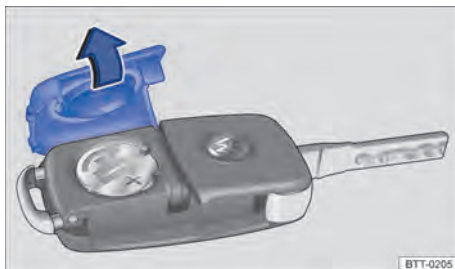

Fig. 23 Chave do veículo com comando remoto: abrir a tampa do alojamento da bateria.
A bateria encontra-se no lado posterior da chave do veículo com comando remoto, sob uma cobertura \Rightarrow Fig. 23.
- Retirar a cobertura no lado posterior da chave \Rightarrow Fig. 23 no sentido da seta \Rightarrow ①.
- Posicionar a cobertura conforme indicado \Rightarrow Fig. 23 e pressionar no sentido contrário ao da seta sobre a carcaça da chave do veículo até encaixar.